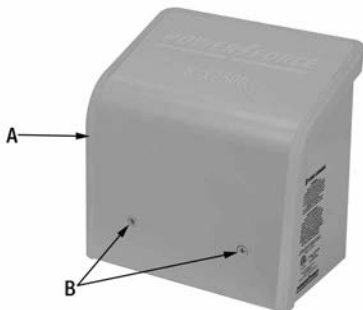

FIGURE 8
1. Retirez le couvercle du boîtier d'entrée de courant (A) Fig.8 en retirant les deux vis (B) avant. Glissez le couvercle en le soulevant vers le haut.
4. Rangez les fils et réinstallez le couvercle du boîtier d'entrée (A) Fig.8 à l'aide des deux vis retirées précédemment.